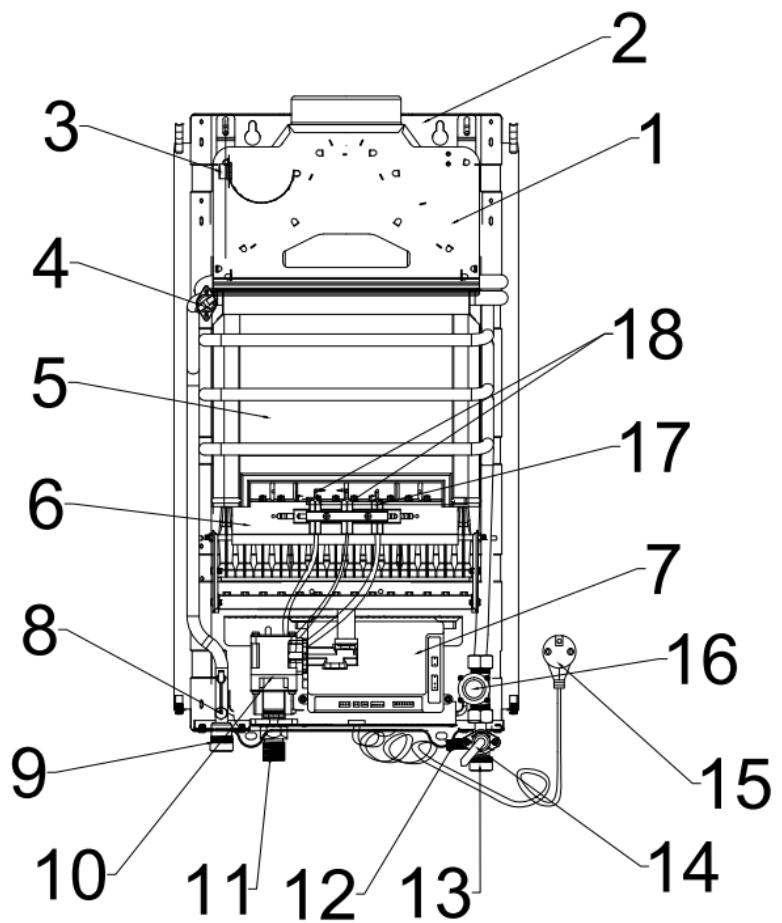

Рисунок 1
ГПВН настенного типа имеет прямоугольную форму, образуемую съёмной облицовкой, установленной на каркасе (**Рис. 1, 2**).
Составные части изделия, поясняющие принцип устройства ГПВН и требующие технического обслуживания во время эксплуатации, показаны на **Рис. 1**.
## **Основные узлы ГПВН, (Рис.1):**
- открыть запорный вентиль горячей воды. Открыть кран горячей воды. Во время протока воды должен произойти искровой разряд между электродами электронного розжига и горелкой (см. Рис.1).